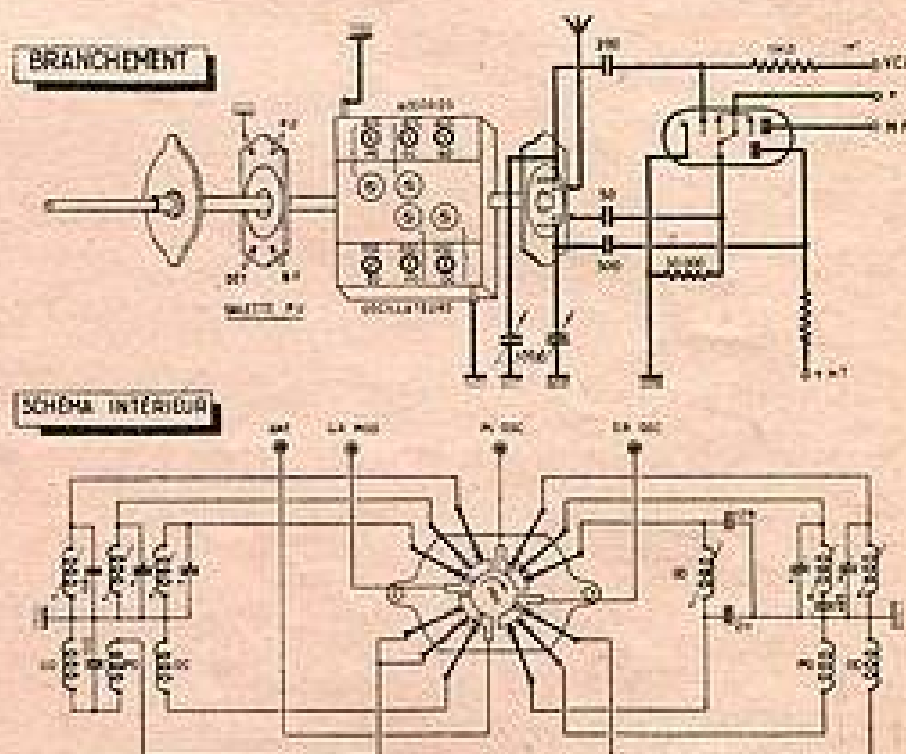

FIG. 2. — Schémas de branchement, de montage intérieur et d'encadrement d'un bloc d'accord à 3 gammes (Visodion R23A)
Ce bloc est représenté sur la figure 2. On a indiqué les connexions des bobinages du bloc avec la lampe oscillatrice-modulatrice (ECH41 ou ECH42, ECH3 ou 6E8 en l'espèce), les condensateurs variables d'accord et d'oscillatrice, les condensateurs fixes et les résistances. Ce bloc blindé couvre les gammes (PO) de 1604 à 515 kc/s (GO) de 306 à 155 kc/s (GO) et (OC) 17,98 à 5,88 Mc/s avec un condensateur variable de 490 pF avec trimmer ; la fréquence intermédiaire est de 455 kc/s. On peut employer des antennes diverses, les circuits du bloc étant à haute impédance.
Sur la figure 2, (schéma intérieur), le schéma est disposé de manière à faire apparaître le commutateur et ses connexions. On peut donc reconnaître à la fois les connexions de branchement et les positions respectives des bobinages. Les galettes du commutateur sont représentées vues du côté du mécanisme en position